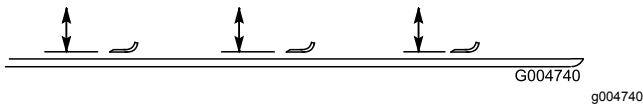

Figura 108
2. Rode a lâmina até que as suas extremidades se encontrem viradas para a frente e para trás (Figura 108). Meça a distância entre o interior da unidade de corte e a parte cortante na zona dianteira da lâmina. Anote esta medida.